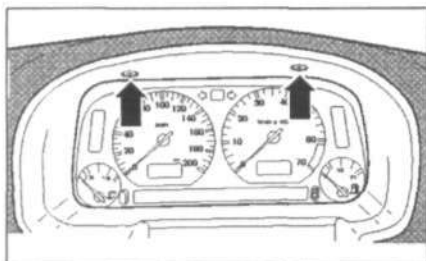

Рис. 12.6. Выкрутите крепежные винты сверху (стрелка).
1. Выкрутите крепежные винты сверху (стрелка) и извлеките декоративную пластиковую панель наружу (рис. 12.6).